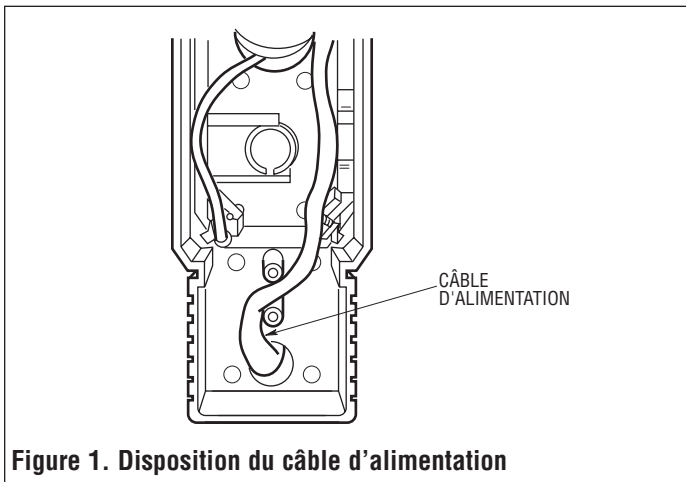

Figure 1. Disposition du câble d'alimentation
2. Enlevez le couvercle de la section accessoire en retirant les deux (2) vis aux coins inférieurs avant.
**NOTE:** On peut passer les câbles d'alimentation dans le boîtier de jonction par un des deux pastilles défonçables à l'arrière ou un des deux trous dans le bas des boîtes de jonction en plastique. Si les câbles passent par une pastille défonçable, utilisez un raccord de câble approprié. Si les câbles passent par une ouverture du fond, disposez le câble conformément à la figure 1 pour assurer un arrêt de traction conforme au Code de l'électricité.